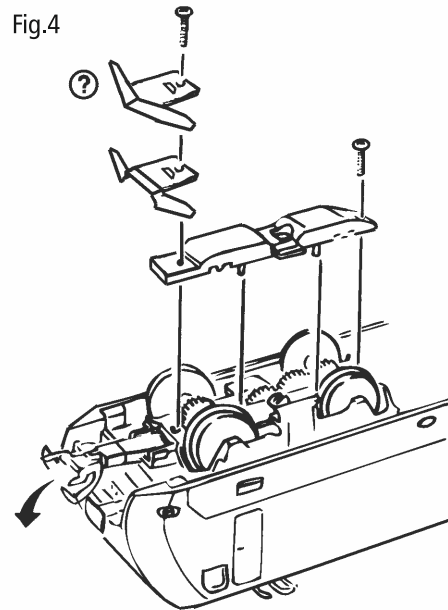

Fig. 3
2. Schmierung: Versehen Sie die im Schmierplan in Fig. 7 gekennzeichneten Stellen mit nur **kleinen Öltropfen**. Dazu zuerst das Lokgehäuse abnehmen (Fig. 3). Wir empfehlen den ROCO **Öler Art.-Nr. 10906**. Fürs Schmieren der Getriebeteile (Zahnräder, Schnecke) empfehlen wir das ROCO-**Spezialfett Art.-Nr. 10905**. Im Falle der Schmierung diese Teile **nicht ölen**.
4. Kohlebürstenwechsel: Lokgehäuse abnehmen (Fig. 3). Danach wird der Motor ausgebaut und die Kohlebürsten ausgewechselt (Fig. 8).
2. Graissage: N'appliquez **qu'une tout petite goutte** aux endroits indiqués par le plan de graissage (fig. 7) après avoir démonté la caisse de la locomotive (fig. 3). Nous vous recommandons **le graisseur à huile Roco réf. 10906**. Pour graisser les engrenages (roues dentées, vis sans fin) nous vous conseillons **la graisse spéciale Roco réf. 10905** pour engrenages en matières synthétiques. Lorsque vous utilisez cette graisse il faut éviter d'huiler ces composants.
4. Remplacement des balais du moteur: Démontez la caisse (voir fig. 3). Démontez ensuite le moteur et échangez le balais (fig. 8).
2. Lubrificazione: Mettere delle piccole gocce d'olio nei punti indicati sullo schema di lubrificazione (fig. 7). A tal fine per prima cosa rimuovere la carrozzeria della locomotiva (fig. 3). Vi consigliamo l'oliatore Roco Art. nr. 10906. Per la lubrificazione delle parti del meccanismo (ruote dentate, vite senza fine) consigliamo il grasso speciale Roco 10905. In caso di lubrificazione si prega di non oliare queste parti.
Rimuovere la carrozzeria della locomotiva (fig. 3). Dopodiché smontare il motore e sostituire le spazzole di carbone (fig. 8).